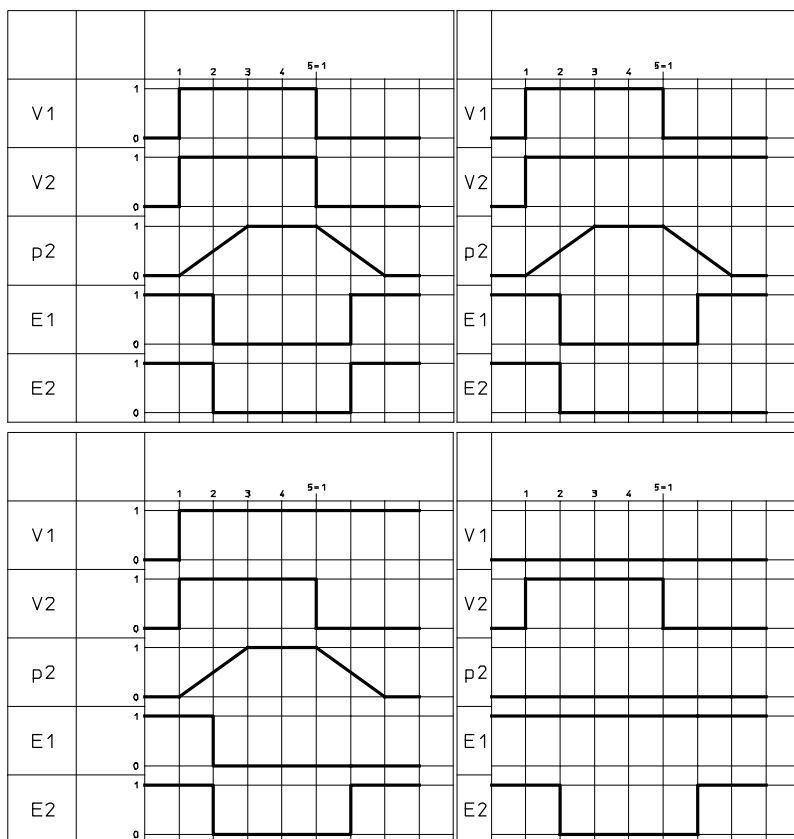
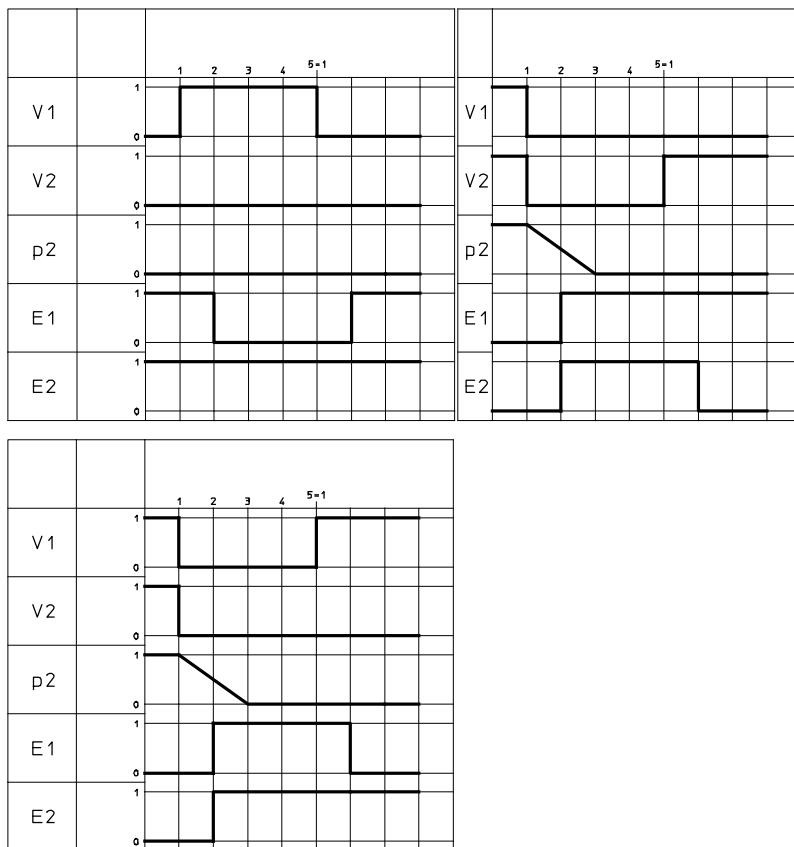

Fig. 7 Функциональное испытание, шаги с 1 по 4
Fig. 8 Функциональное испытание, шаги с 5 по 7
3. Проверьте все комбинации положений переключения обоих 5/2-распределителей с электромагнитным управлением V1 и V2 блока управления и сигналы бесконтактных датчиков положения E1 и E2 (здесь: Бесконтактные датчики PNP) с помощью приведенных ниже последовательностей шагов (→ Fig. 7 ... Fig. 8).